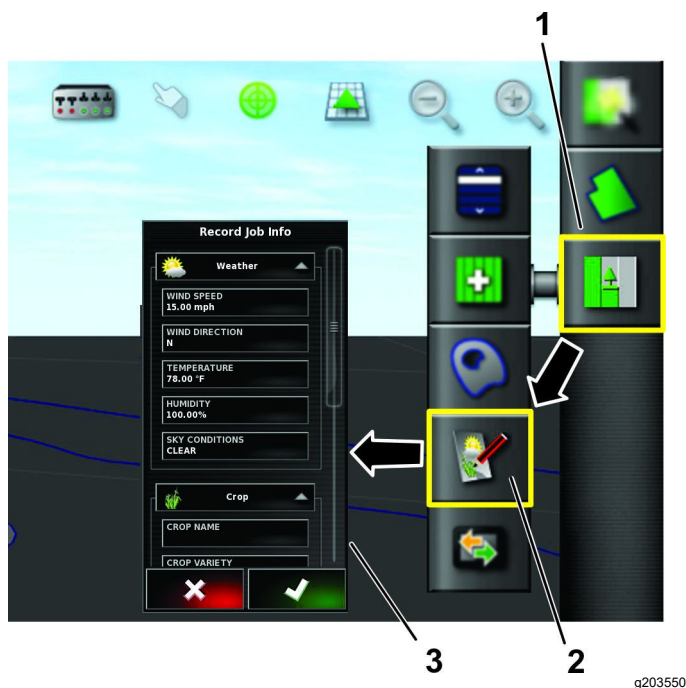

Figura 24
2. Pulse el icono del trabajo (Figura 24).
3. Pulse el icono Registrar información de trabajos (Figura 24).